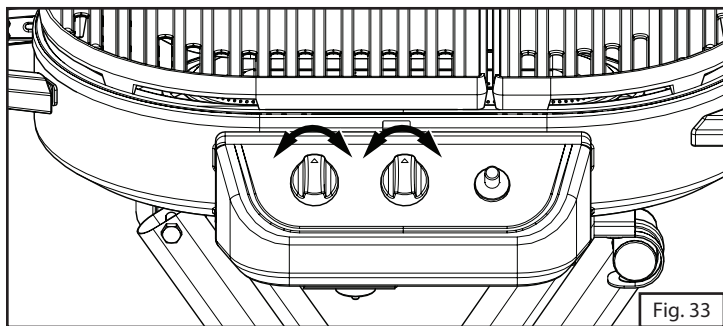

Fig. 33
2. Réglez la flamme avec le boutons de commande. (Fig. 33)